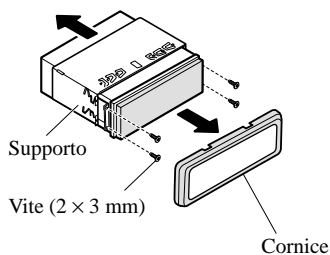

Fig. 10
- **Rimuovere la cornice ed il contenitore di supporto. (Fig. 10)**